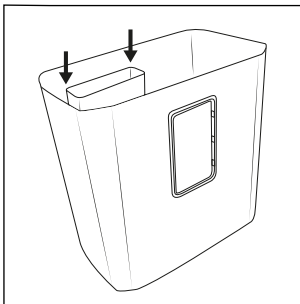

Abb. 1
- ◆ Montieren Sie den kleinen Auffangbehälter **10** im großen Auffangbehälter **12**. Schieben Sie dazu den kleinen Auffangbehälter **10** entlang der Führungsschienen im großen Auffangbehälter **12** nach unten, bis er vollständig eingerastet ist (siehe Abb. 1).